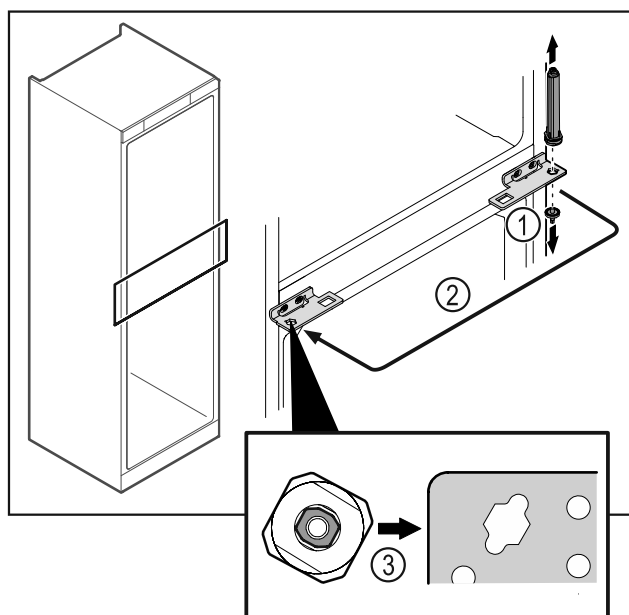

Fig. 48
- ▶ Scharnierbolzen Fig. 48 (1) abschrauben.
- ▶ Türschließsystem Fig. 48 (2) umsetzen.
- ▶ Darauf achten, dass beim Einsetzen die Bolzenabschrägung Fig. 48 (3) zum runden Loch zeigt.